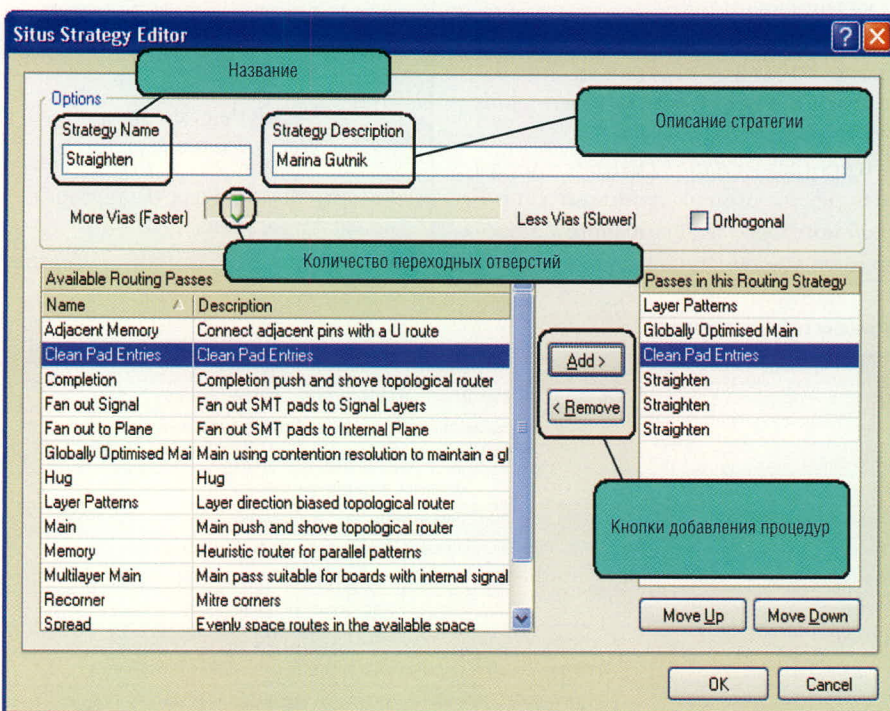

Рис. 15. Описание стратегии трассировки
- При необходимости пользователь может задавать свои стратегии трассировки, для чего следует нажать кнопку *Add* в окне *Situs Routing Strategies*, после чего появится окно *Situs Strategy Editor* (см. рис. 15).